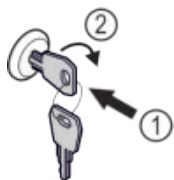

Fig. 102
- Вставьте ключ Fig. 102 (1)
- Поверните ключ на 90° по часовой стрелке Fig. 102 (2)